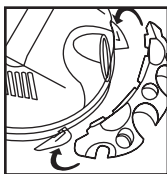

FIGURA 10
8. Con la parte posterior de la unidad mirando hacia usted, tome el porta-herramientas y colóquelo con las lengüetas mirando hacia la parte posterior de la unidad. **FIGURA 10.**